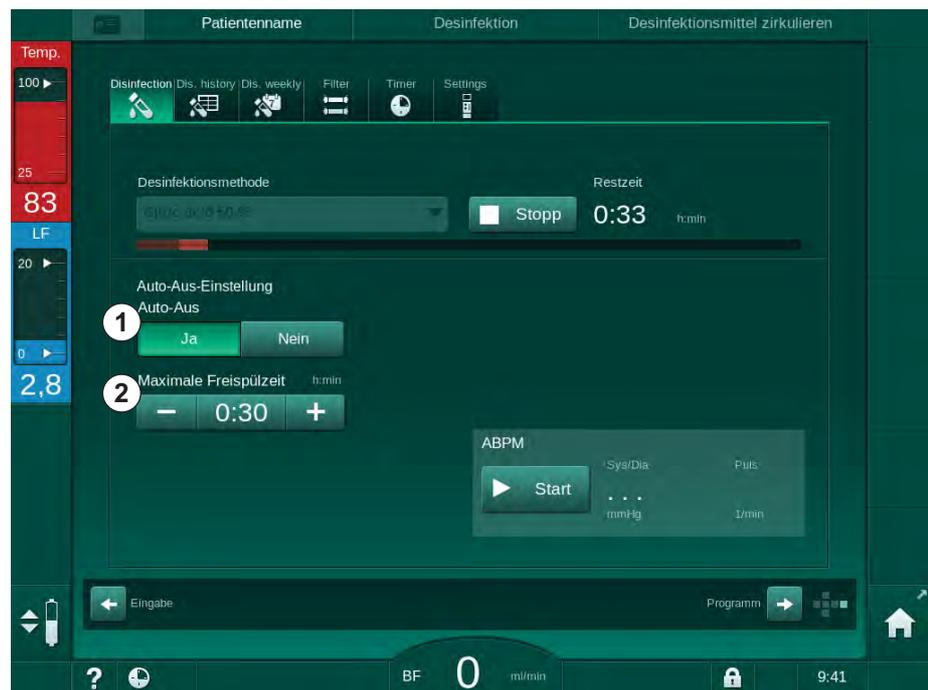

Abb. 7-15 Desinfektion läuft – *Auto-Aus* aktiviert
Nach Auswahl des Bildschirms Desinfektion wird die Voreinstellung von *Auto-Aus (Ja oder Nein* sowie maximale Freispülzeit im Falle von *Ja*) angezeigt. Die Einstellung der Funktion kann jederzeit vor oder nach Beginn der Desinfektion durch drücken von *Auto-Aus, Ja* oder *Nein* geändert werden (Abb. 7-15 , ①).